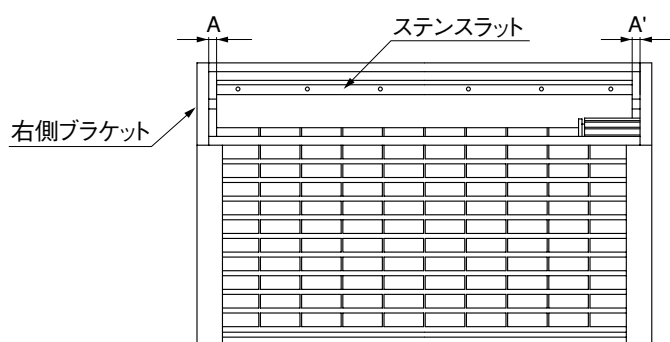

図5-4
- ❼ ステンスラット端部と左右のブラケットのすき間が左右均等になるように調整後、「吊元固定ボルト」を締込んでください。(図5-4参照)